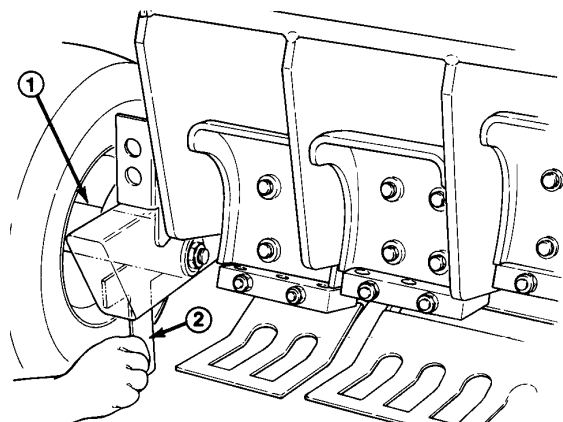

Figure 13
4. Répéter cette procédure en utilisant la longue extrémité du calibre de hauteur sur la fusée de chaque roue arrière (Fig. 13).
4. Répéter cette procédure en utilisant la longue extrémité du calibre de hauteur sur la fusée de chacune des roues arrière (Fig. 13).